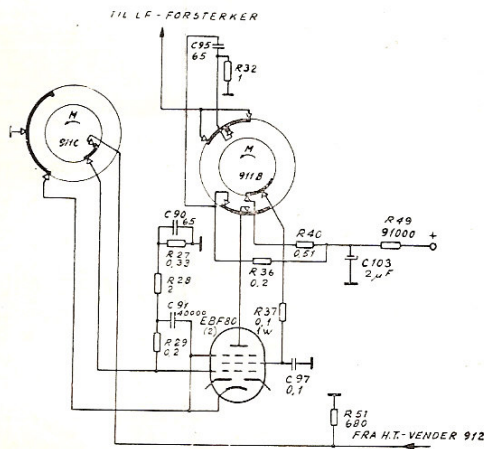

Fig. 6. Stilling M — Mikrofonforsterker.
Fig. 6 viser koplingen av EBF80(2) brukt som mikrofonforsterker. Fra høyttalervenderen 912 kommer mikrofonspenningene over seksjon 911C og inn på gitteret. Katoden er jordet over seksjon 911C, og seksjon 911B legger spenning på anoden over arbeidsmotstanden R36. Samtidig får skjermgitteret spenning over R40 og R37. Fra anodekretsen føres spenningen over et korreksjonsledd C95 og R32 til seksjon 911B og derfra over bassvenderen 910 og fram til volumkontrollen. R33 sikrer at venderkontakten for C96 holdes på jordpotensial.